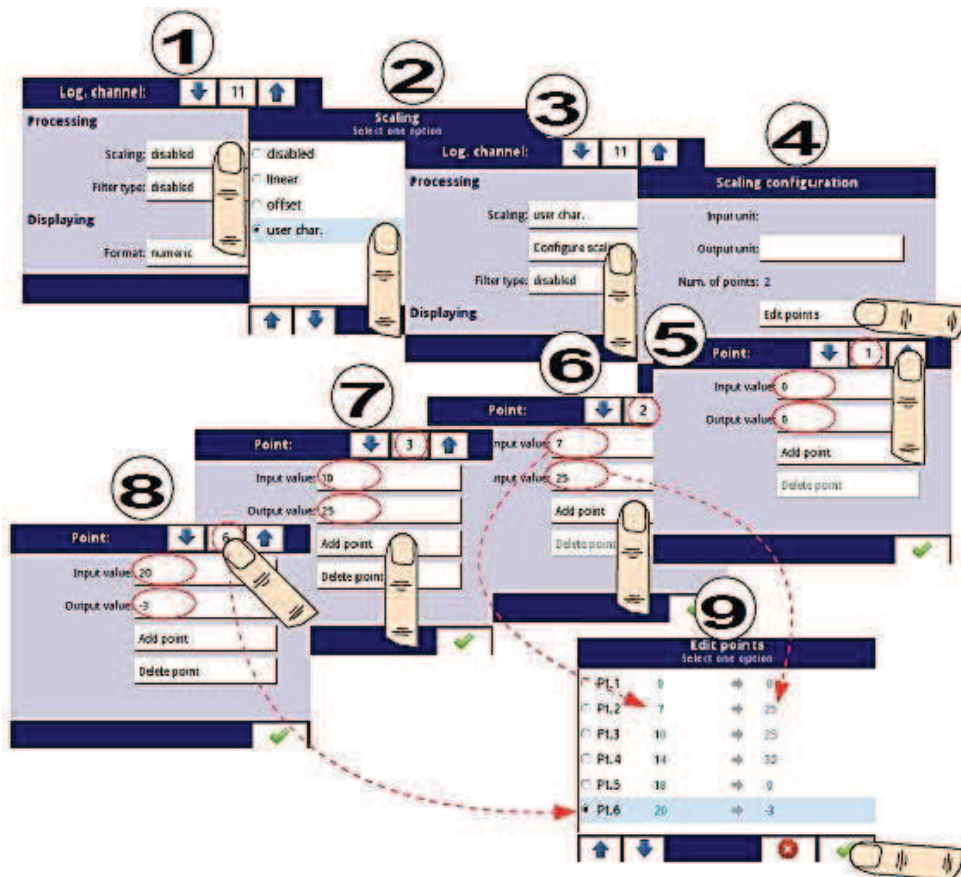

Fig. 7.41. Configurando la característica del usuario
1. Presione el botón al lado de la etiqueta de **Escalar** y seleccione la opción de **características del usuario** (punto (1) y (2) en la Fig. 7.41).
2. Presione el botón **Configurar escala** e ingrese al menú de **Configuración de escala** (punto (3) en la Fig. 7.41).
4. Presione el botón **Editar puntos** (punto (4) en la Fig. 7.41) y vaya al menú **Editar puntos**.
Para el **punto 1**, configure el valor de entrada y salida (punto **(5)** en la **Fig. 7.41**).
5. Cambie al **punto 2** utilizando las teclas de flecha y también establezca el valor de entrada y salida allí (punto **(6)** en la **Fig. 7.41**).
8. Al final, verificamos todos los puntos definidos haciendo clic en el botón central entre las flechas en la esquina superior derecha de la pantalla (punto **(8)** y **(9)** en la **Fig. 7.41**).